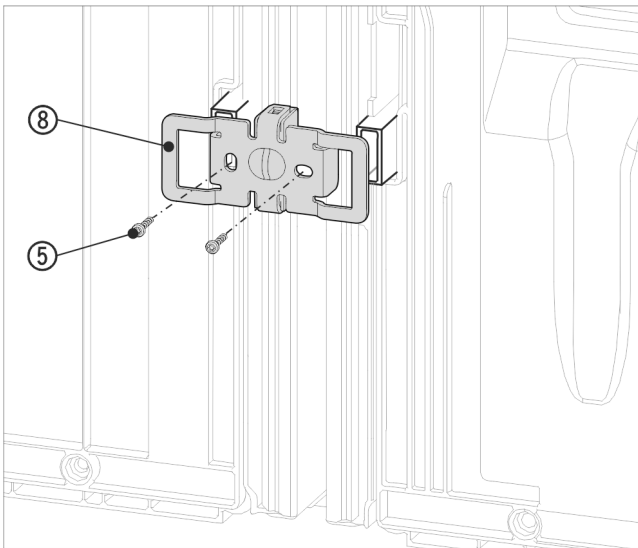

Fig. 19 Reprezentare exemplificativă
- Împingeți din nou vinclul Fig. 19 (8) cu degajările peste locașul pentru distanțierul de perete.
- Strângeți ferm cu 2 șuruburi Fig. 19 (5).